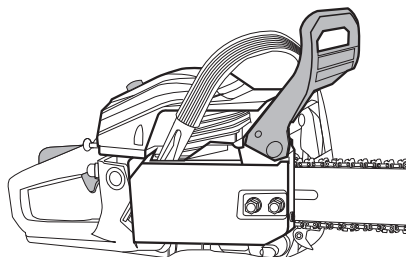

Abb. 15
Handschutz (5) in vorderer Stellung, die Kettenbremse hat ausgelöst und stoppt die Kette sofort (Abb. 15).